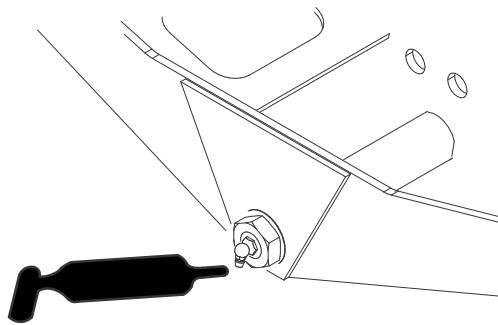

Bild 48
- Achsenlenkzapfen (1) (Bild 48)